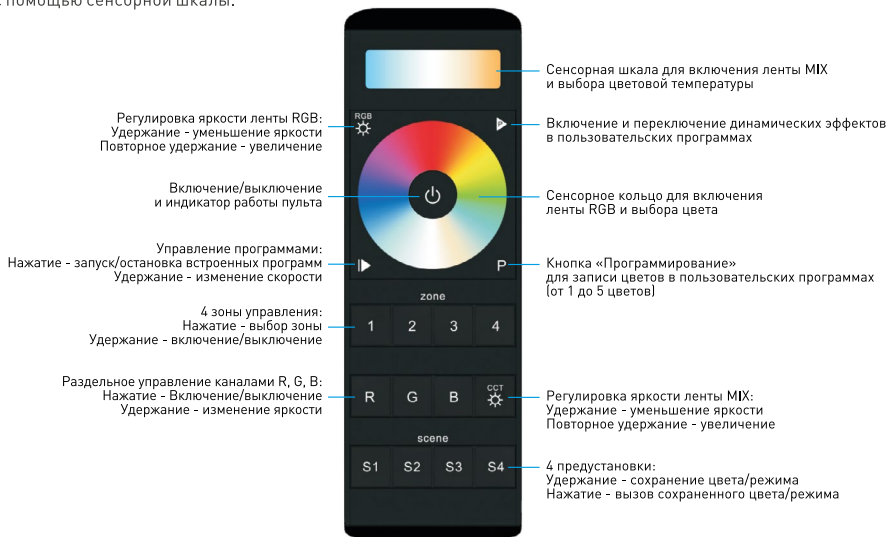

Рис. 2. Управление.
3.7. Проверьте управление лентой с пульта (Рис. 2).